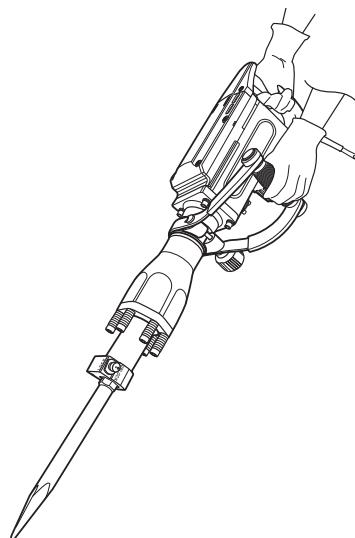

Fig. 5
- > Segure sempre a ferramenta pelas pegas. Mantenha as pegas secas para poder segurá-las com mais segurança (Fig. 5).